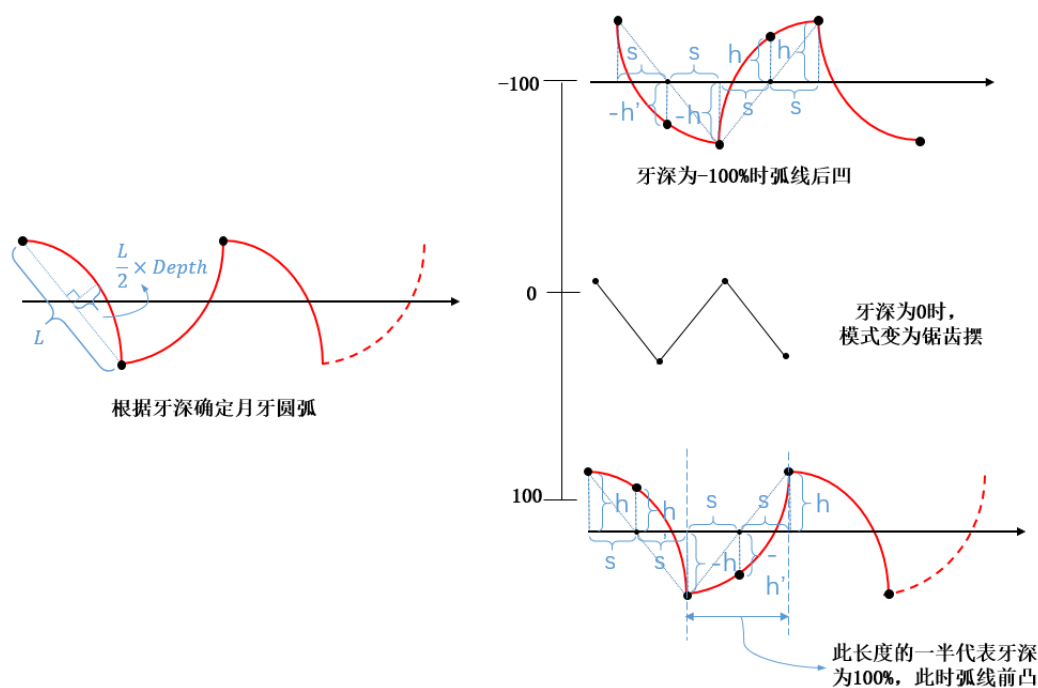

图 4-11: 牙深参数
- **牙深**: 百分比参数, 用于确定图案的形状 (-100% 至 100%), 如图 4-11所示。沿月牙的最高点和最低点的连线作垂直方向的直线, 根据所设置的深度得到第三个点, 由此三点确定月牙形弧线。